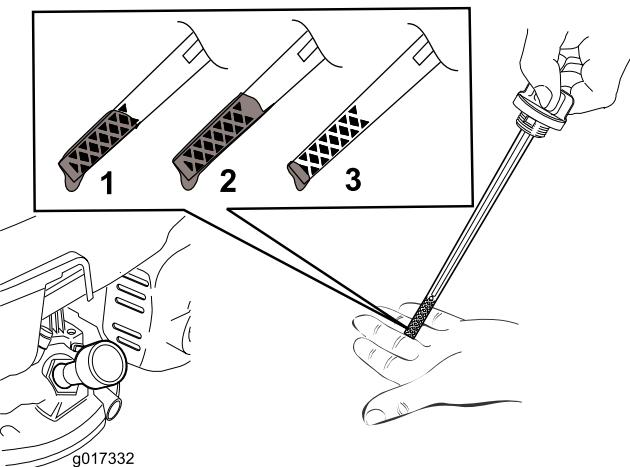

图12
5. 要确定量油尺上的机油油位是否合适，请参阅 图 12)。
- 注意：**向发动机曲轴箱添加机油，直到量油尺显示机油油位达到图12 中所示的正确位置。如果发动机加注机油过多，则需要按照“更换机油”一节的说明，去除多余机油。